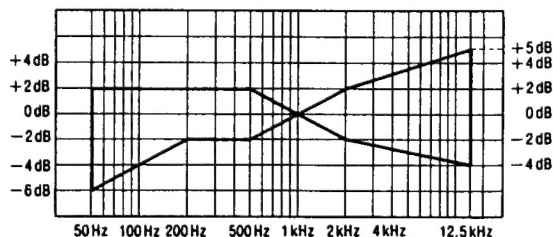

Fig. 5
4. Después de eso, incrementar la señal grabada en la cinta virgen CrO2 (QZZCRX) y la cinta virgen metálica (QZZCRZ) hasta 14 kHz y ajustar de la misma manera como mencionado arriba y comprobar que el nivel de frecuencia esté dentro de la gama mostrada en la Fig. 5.